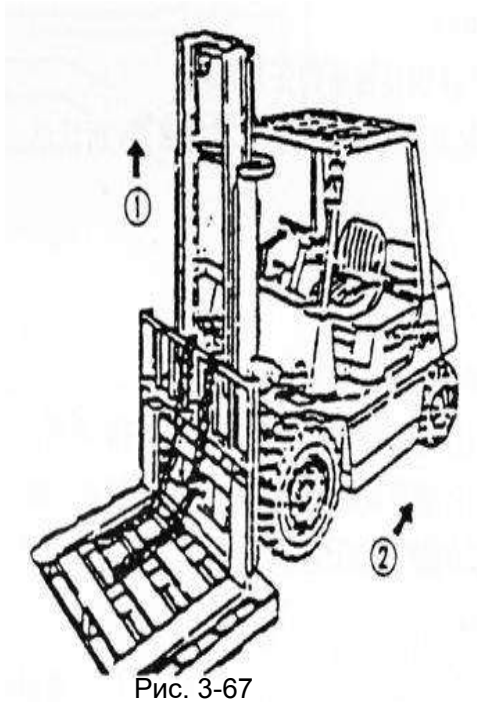

Рис. 3-67
- (1) Установите поддон на вилы и припаркуйтесь на ровном месте.
- (2) Опустите вилы и поддон на землю.
- (3) Снимите верхний соединенный конец цепи и снимите с цепи звездочку.
- (4) Поднимите внутреннюю раму
- (5) Убедившись, что рама отсоединена от внешней стойки, поверните вилочный погрузчик задним ходом. (рис.3-67)
- (6) Замените основной ролик.